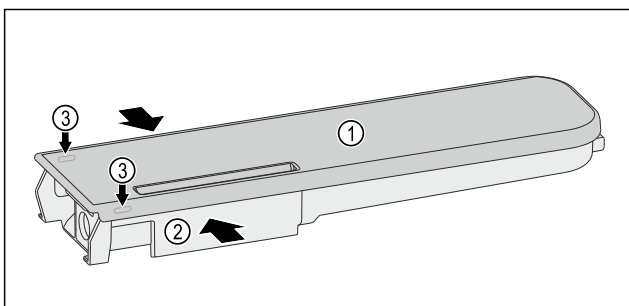

Fig. 125
- ▶ Wasserbehälter Fig. 125 (2) zusammendrücken und Deckel Fig. 125 (1) vorsichtig über die Rastnasen Fig. 125 (3) hebeln und hochziehen.
- ▶ Deckel Fig. 125 (1) leicht hin- und herbewegen und nach oben entnehmen.